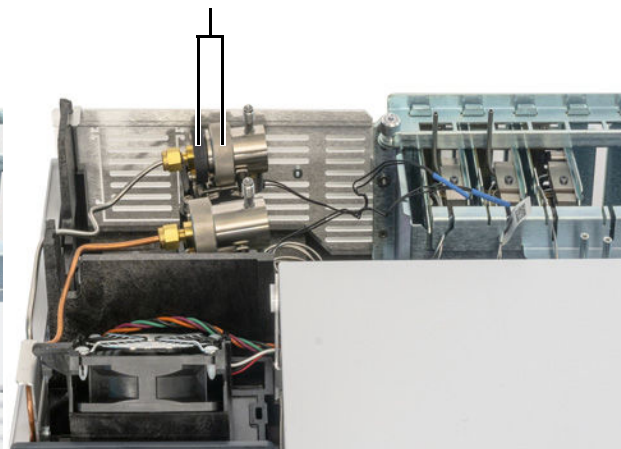

Figura 32. Afloje la tuerca estriada
4. Afloje por completo la tuerca estriada que fija el cartucho de la trampa de purga del split en su sitio hasta que gire libremente, como se muestra en la Figura 32.